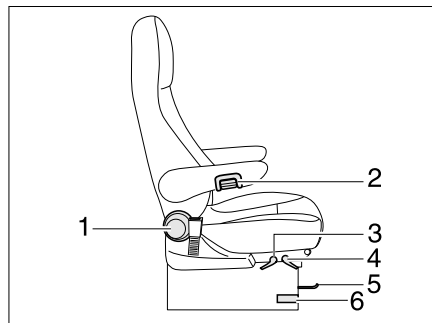

Bild 92 Fahrer- und Beifahrersitz
- Den Hebel zum Drehen des Sitzes (Bild 92,6) drücken oder ziehen. Der Sitz wird aus der Arretierung gelöst.